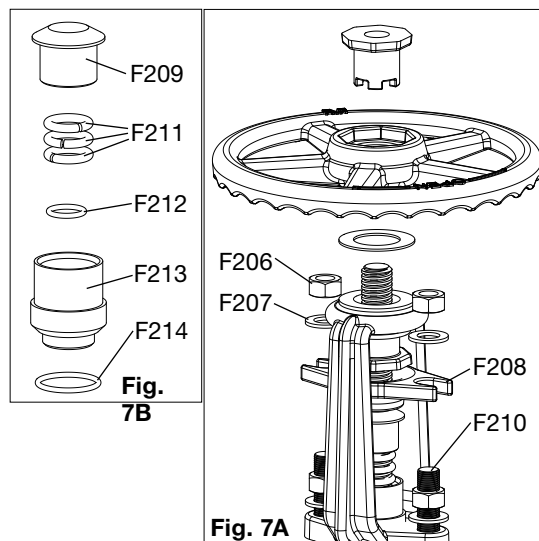

Fig. 7A
5.2.2 Замена O-кольца уплотнения штока (Рис. 7A и 7B)